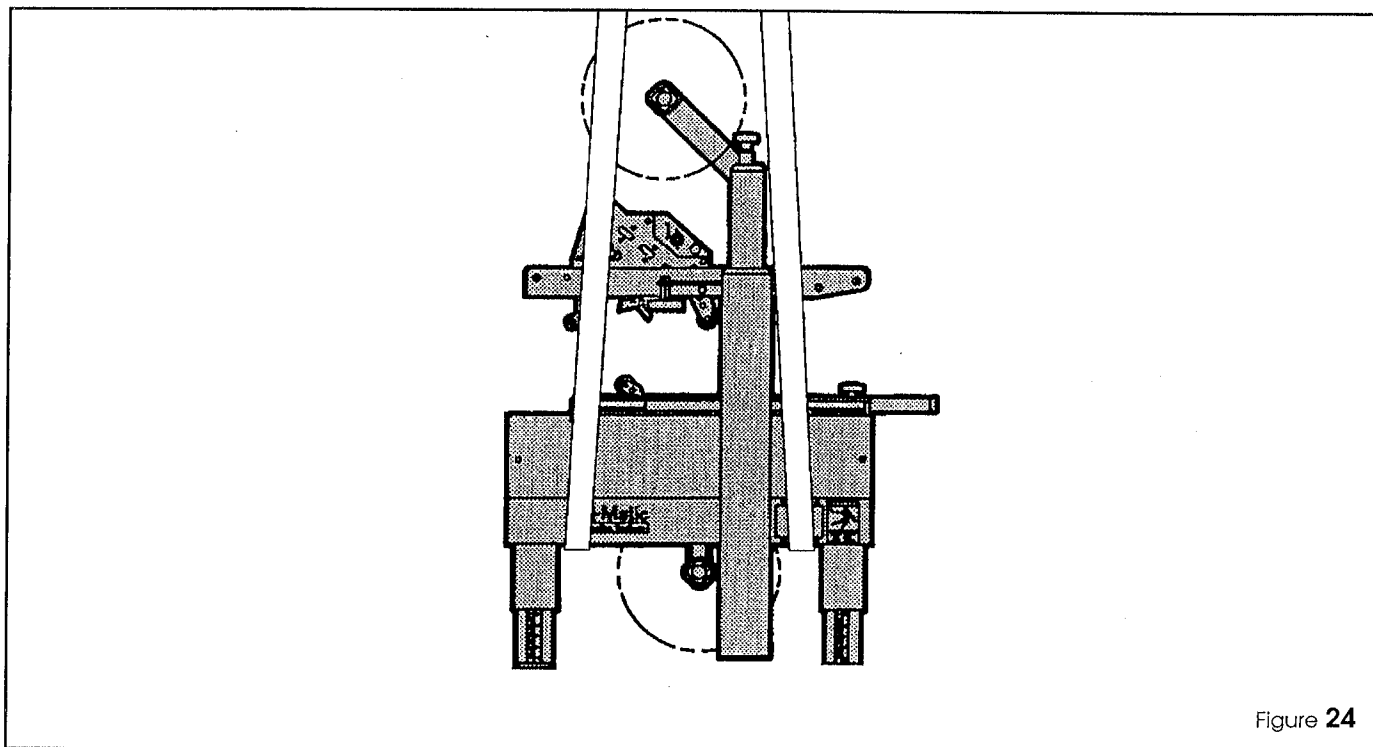

Figure 24
- 1 - Soulever la machine en utilisant un chariot élévateur (ou un autre outil approprié). Placer les fourches aux points indiqués sur la Figure 24.
- 1- de machine moet met touwen of draagriemen opgetild worden, waarbij goed opgelet moet worden, dat de riemen zoals in afbeelding 24 aangegeven aangebracht worden.